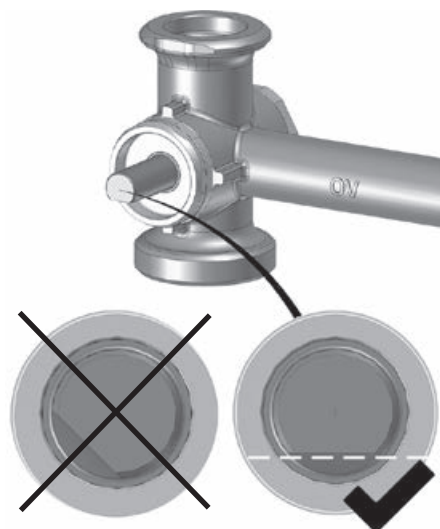

Fig. 22
5. Verificare l'allineamento del mandrino sulla valvola miscelatrice. La superficie piatta del mandrino **deve puntare verso il basso e deve essere allineata orizzontalmente** (fig. 22). In questa posizione, la mandata viene chiusa dal mandrino della valvola miscelatrice.